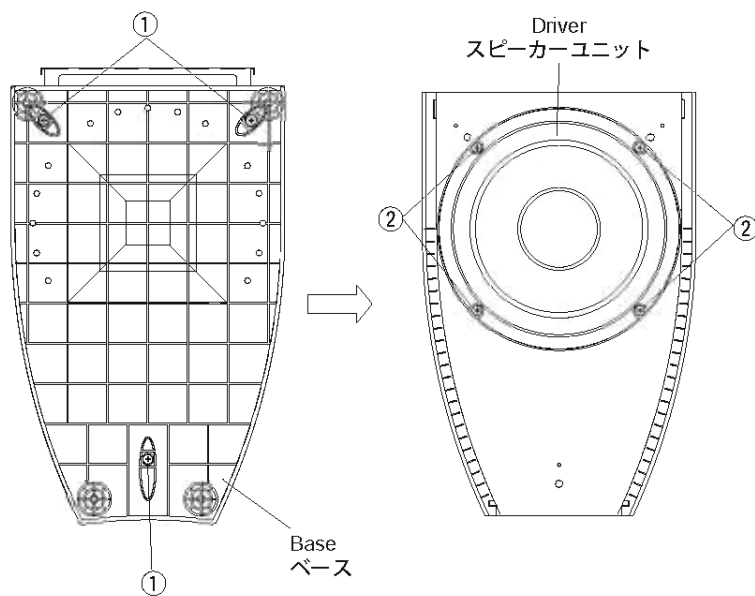

Fig. 1
- a. Remove 3 screws (①) and then remove the Base. (Fig. 1)
- b. Remove 4 screws (②) and then remove the Driver. (Fig. 1)
- a. ①のネジ3本を外し、ベースを取り外します。(Fig.1)
- b. ②のネジ4本を外し、スピーカーユニットを取り外します。(Fig.1)